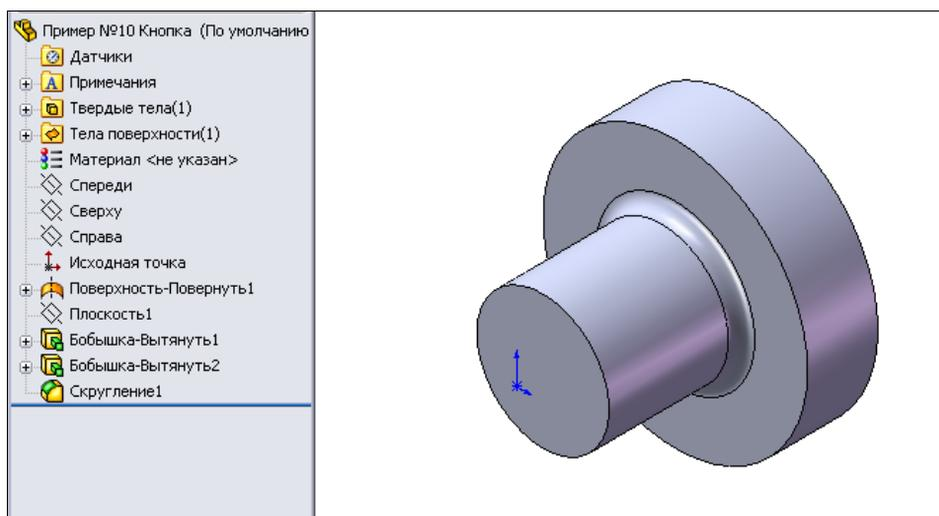

Рис. 2.125
11. Нажмем кнопку **ОК**  и закончим оформление скругления (рис. 2.125).